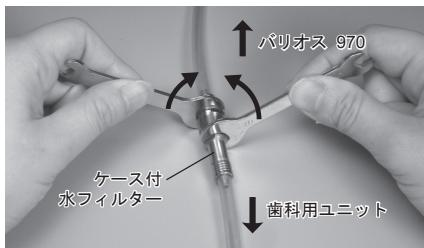

図41
- 2)スパナ（5×8）2枚をケース付水フィルターに掛け、矢印の方向に回します。（図41）